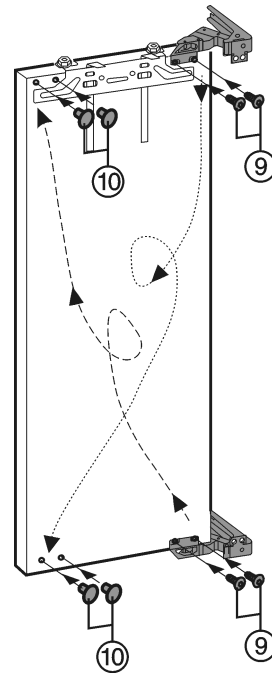

Fig. 4
- ▶ Scharnieren van de deur afschroeven Fig. 4 (9), aan de andere kant aanbrengen en (met 4 Nm) goed vastschroeven.
- ▶ Vrij geworden bevestigingsgaten met stoppen Fig. 4 (10) sluiten.